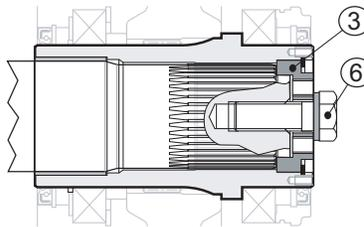

Fig. 19
Remplacez la barre (pos. 4) avec la vis (pos. 6), en le serrant complètement, en appliquant une force selon le tableau Tableau 4: Couples de serrage (p. 19), en utilisant également un frein-filet moyen (voir Fig. 19 (p. 27)).